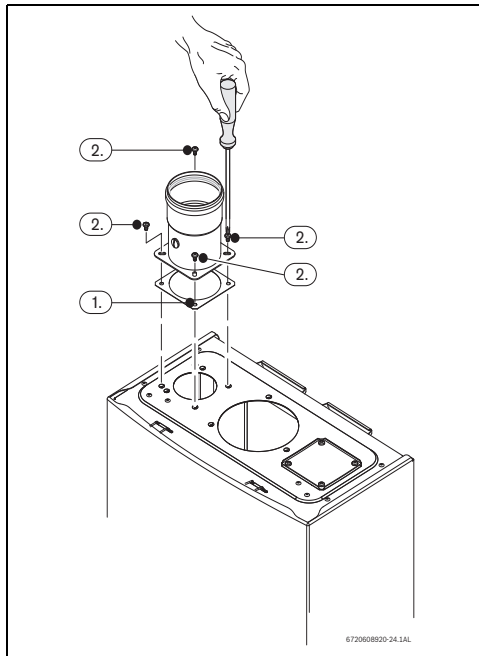

Fig. 29
- ▶ Collocare la guarnizione tra l'apparecchio e l'accessorio base, Fig. 29 , pos. 1.
- ▶ Serrare le 4 viti dell'accessorio base, Fig. 29 , pos. 2.